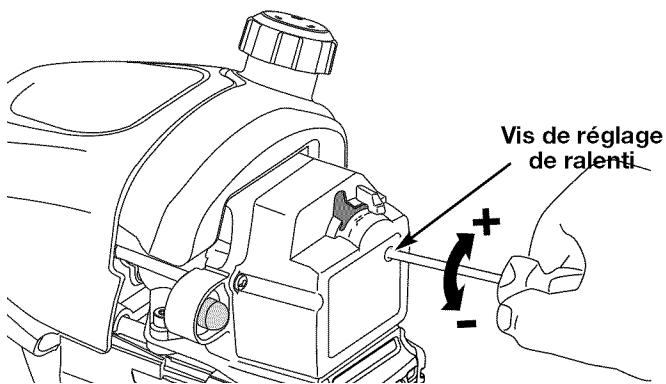

Fig. 42
Vous pouvez régler le ralenti du moteur à travers le couvercle du filtre à air/silencieux (Fig. 42).
- Relâchez le levier d'accélérateur et laissez le moteur au ralenti. Si le moteur s'arrête, insérez un petit tournevis à embout cruciforme ou à tête plate dans le trou du couvercle du filtre à air/silencieux (Fig. 42). **Vissez** la vis de 1/8 de tour à la fois (selon le besoin), jusqu'à ce que le moteur tourne au ralenti.